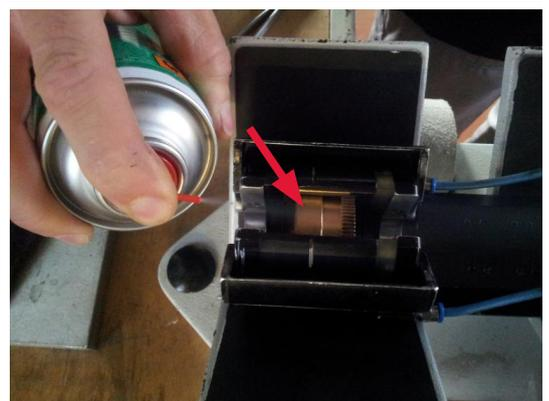

Fig. 2 Reinigen mit Kontaktreiniger
2. Sobald das Getriebezahnrad (Rotor) seine Startposition erreicht hat, mit Kontaktreinigerspray wie abgebildet (Abb. 2) aufsprühen. Während dem Rotieren aufsprühen, bis der gesamte Rotor besprüht wurde.